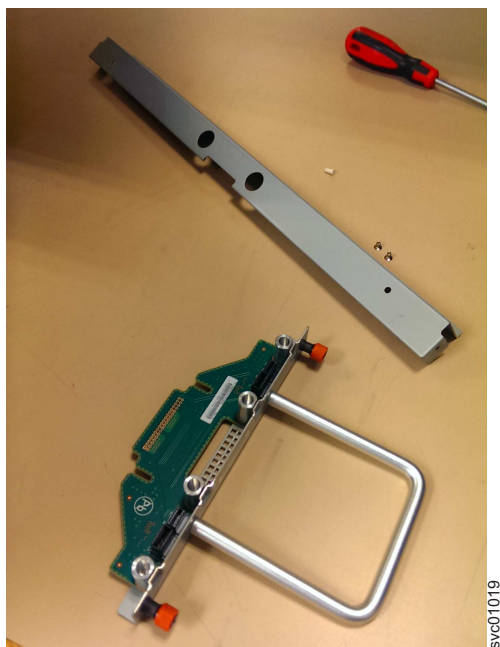

Figura 103. Partes de FIB para el chasis
1. Coloque la nueva FIB, la cubierta y los tornillos de cubierta (que se muestran en Figura 103 en la página 106) en un lugar seguro.